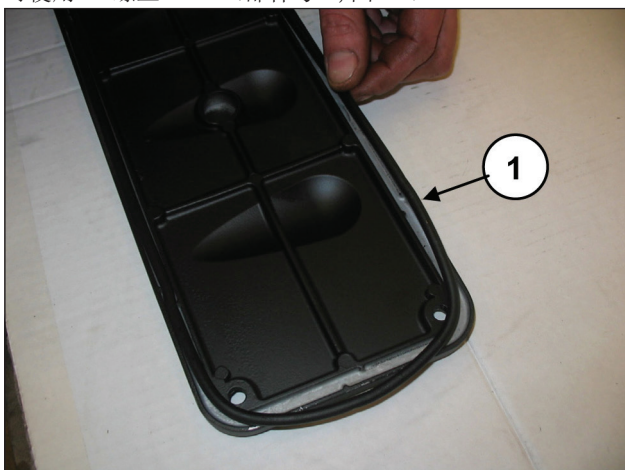
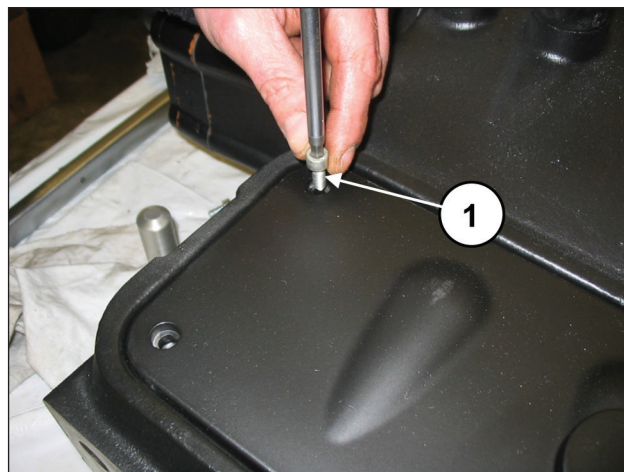

图154
图155
在检测盖上插入O形圈（部件号①, 图154）并安装检测盖，可使用4+4螺丝M6x14（部件号①, 图155）。